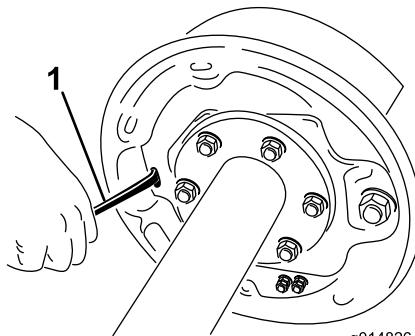

図 13
4. 通常のねじ回しを使って、アジャスター・センブリのスターホイールを回してブレーキ・シューを外側に開く（図 13）。